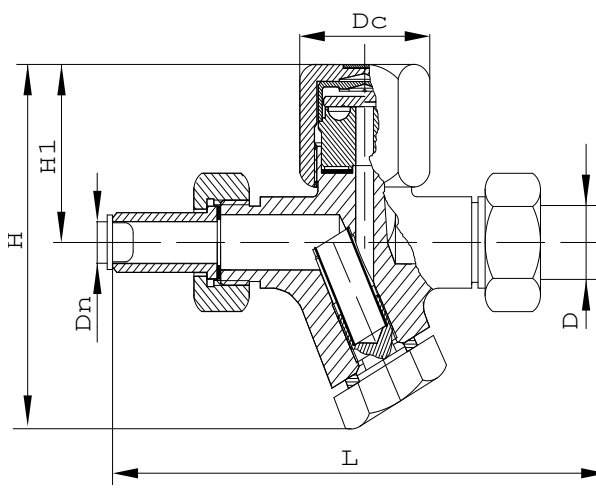

Fig. 2
- diametrele nominale, dimensiunile de gabarit, montaj și masele OCT-2 sunt conform tabelului următor și reprezentării din fig. 2: